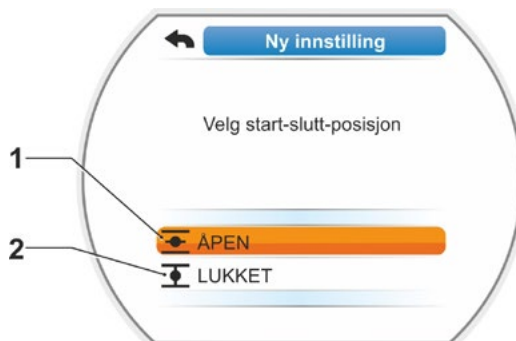

Fig. 5: Valg av endeposisjon
Displayet veksler til forespørsel om hvilken endeposisjon, LUKKET eller ÅPEN, som skal stilles inn først (fig. 5).
11. Velg endeposisjonen som skal stilles inn først (i det aktuelle eksemplet ÅPEN endeposisjon) (fig. 5, pos. 1) og bekreft.